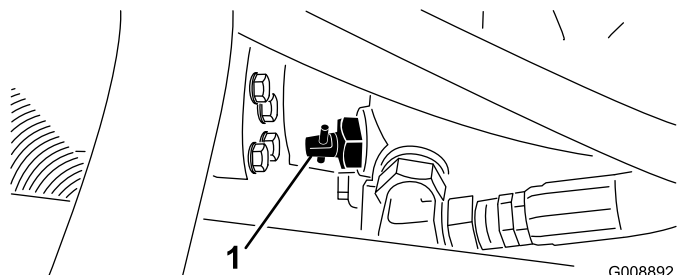

図 42
1. 油圧ポンプについているバイパスバルブ（図42）を90° 回転させる。